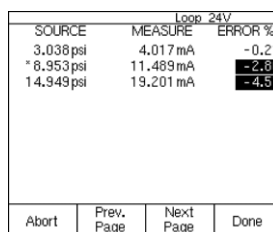

图 26
10、当 F700 完成计算后，它将把结果以 SOURCE, MEASURE 和 ERROR 三栏的形式显示出来（图 26）。按“Done”键。